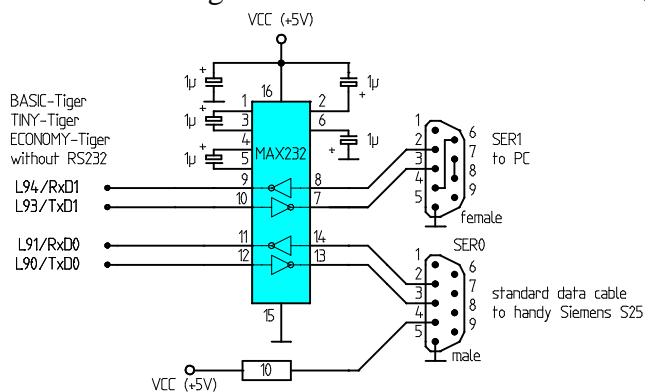

Bild 4 Lösung mit nachgeschaltetem Pegelwandler bei Tigern ohne RS232-Schnittstelle
- Sie wollen einen eigenständigen Aufbau mit einem Tiger ohne RS232-Schnittstelle, aber dennoch das Standard-Daten-Kabel für das S25 benutzen. Dann müssen Sie einen MAX232 als Pegelwandler in Ihr Gerät einbauen (Bild 4).